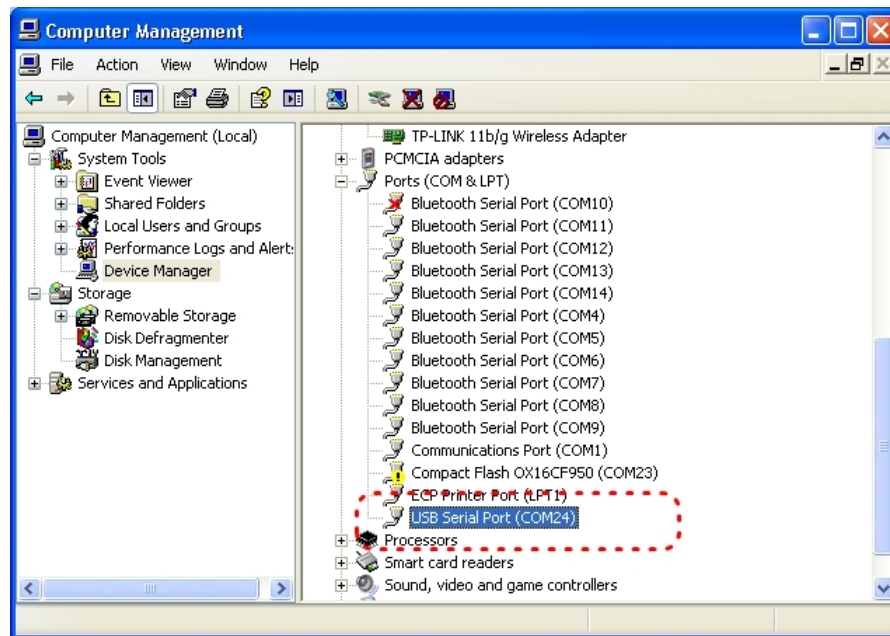

Abbildung 3
Bei Verwendung eines USB-Adapters wird die Liste der Anschlüsse mit dem neuen Gerät aktualisiert. Der LA GARD-USB-Interface-Adapter wird in der Liste als **Serieller USB Adapter** geführt. Der dem USB-Anschluss zugewiesene virtuelle COM-Anschluss, an dem der Adapter derzeit installiert ist, folgt der Gerätebeschreibung (Abbildung 3).
- Wenn ein falscher COM-Anschluss festgelegt wurde, kehren Sie zum Konfigurationsfenster (Abbildung 3) zurück und wählen den richtigen COM-Anschluss aus.